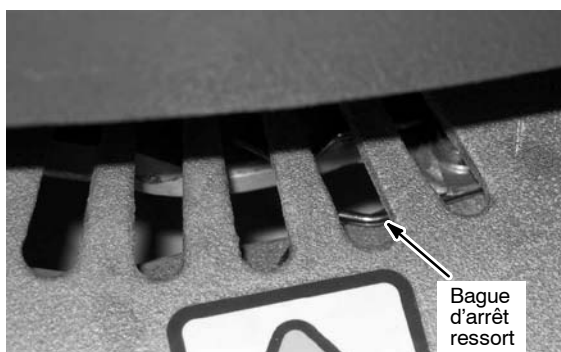

FIG. 8
4. Tournez le moyeu du moteur de brosse jusqu'à ce que la fente avec la bague d'arrêt ressort soit visible au travers de la fenêtre de la tête de brosse (Figure 8).